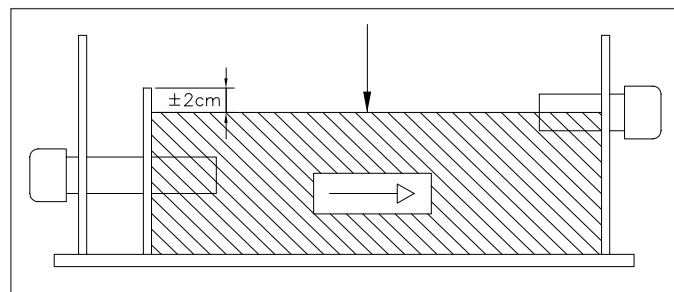

Bild 08 Neutralisationsbox, Typ NTG
1. Eine Neutralisationsbox aus Kunststoff, Typenbezeichnung NTG (Siehe Bild 08). Die Box ist mit einem Zweikomponentengranulat gefüllt, durch dieses wird das Kondensat geführt und im pH-Wert angehoben. Auf der Austrittseite verlässt das Kondensat die Neutralisationseinrichtung mit einem pH-Wert von 7,5 - 9,0. Die Standzeit der Füllung der Neutralisationsbox entspricht der Heizperiode. Neue Füllungen sind von Remeha lieferbar.